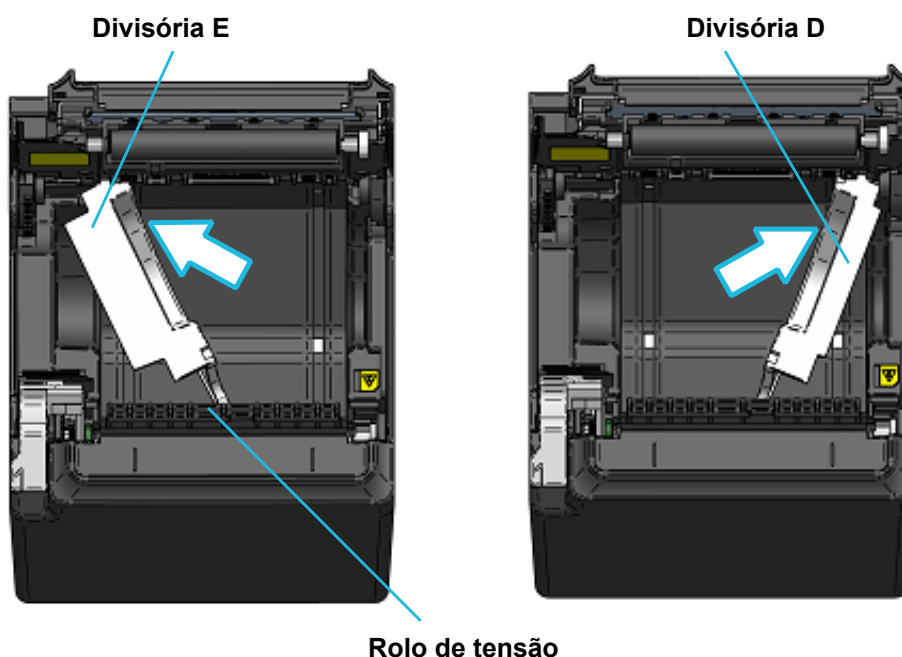

Figura 14-1 Instalação da divisória (1)
- (1) Certificar-se de que a impressora está desligada.
- (2) Operar a alavanca de liberação para abrir a tampa de papel.
- (3) Colocar a divisória em anexo E e a divisória D no suporte de papel com a posição inclinada, como mostrado na Figura 14-1. A divisória E e a divisória D são mostradas a branco na figura para a descrição.